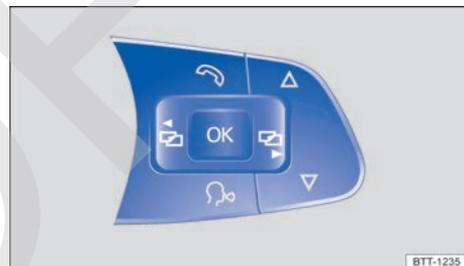

Fig. 14 Vehículos con volante multifunción: teclas para utilizar los menús del cuadro de instrumentos.
- Si se muestra un mensaje o el pictograma de un vehículo, pulse la tecla → **fig. 13 A** de la palanca del limpiaparabrisas o la tecla **OK** del volante multifunción → **fig. 14**.
- Si el manejo se realiza con el volante multifunción, no se visualizará el menú principal. Para cambiar de una opción a otra del menú principal, pulse la tecla  o  varias veces → fig. 14.
- Para abrir la opción de submenú, pulse la tecla  de la palanca del limpiaparabrisas o la tecla  del volante multifunción → fig. 14.